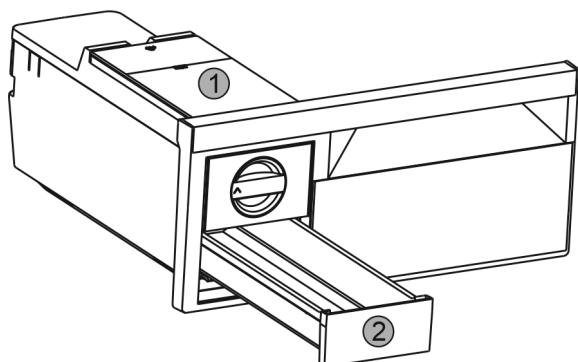

Fig. 55
- ▶ Odstranite rezervoar za vodo Fig. 55 (1) in predal za led Fig. 55 (2).